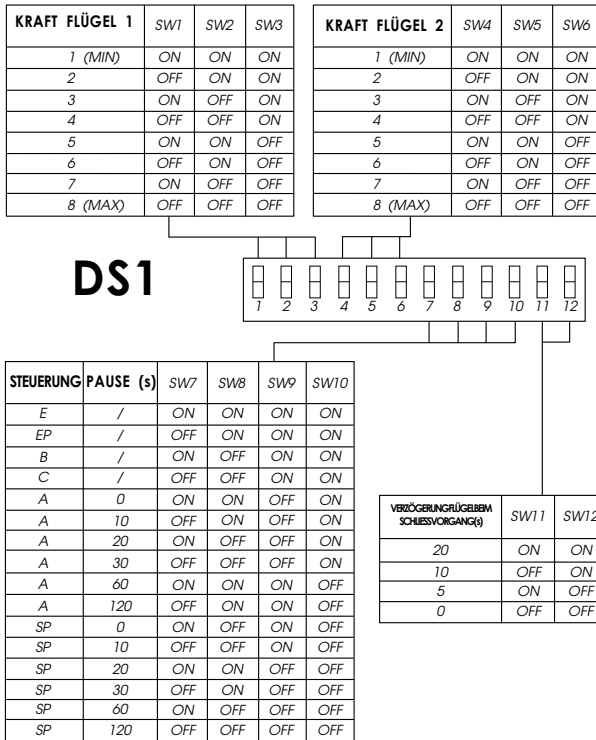
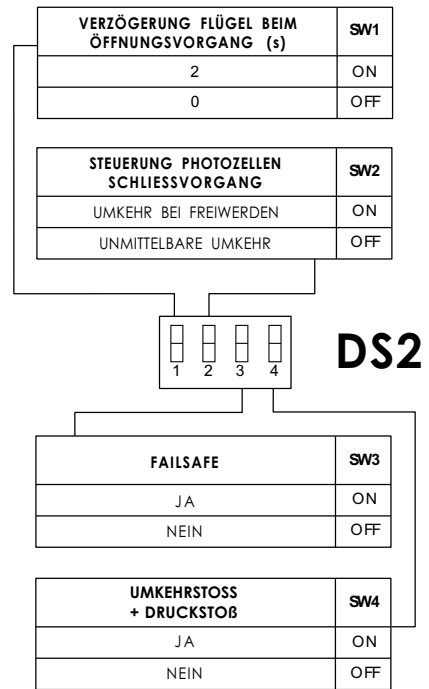

Abb. 18
Abb. 19
Das Gerät ist mit zwei Gruppen von Mikroschaltern ausgestattet: DS1 (Abb. 18) und DS2 (Abb.19). Diese ermöglichen die Programmierung der Betriebsparameter des Tors.
5.1. MIKROSCHALTER DS1 (Abb.18)
5.2. MIKROSCHALTER DS2 (Abb.19)